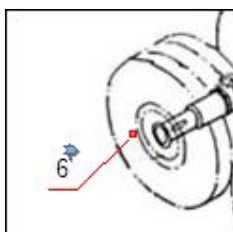

Рис. 3.158
11. Нажмите на кнопку  **Применить свойства**. После этого произойдет возврат в окно редактора иллюстраций. К выноске № 6 добавлен значок ссылки (Рис. 3.158).